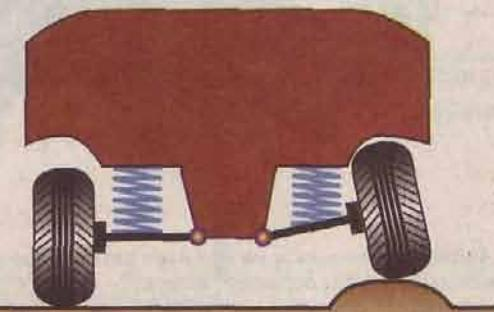

Рис. 41. Схема работы независимой подвески колес автомобиля
**Независимая подвеска** (рис. 41), это когда колеса одной оси автомобиля не связаны жестко друг с другом (передние колеса). При наезде на неровность дороги, одно из колес может менять свое положение, не изменяя при этом положения второго колеса.